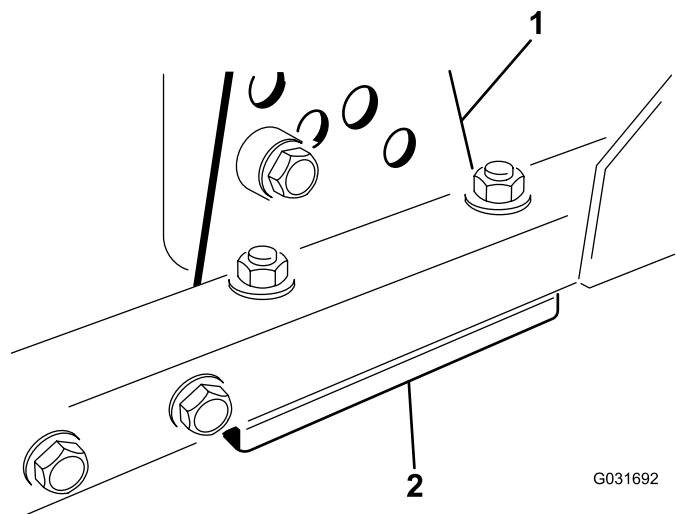

Figure 65
1. Retirez le support de hauteur de coupe (avant, gauche ou droit) du bâti du tablier de coupe (Figure 65).
2. Placez des cales de 1,5 mm (0,06 po) et/ou une cale de 0,7 mm (0,03 po) entre le cadre du tablier et le support pour obtenir la hauteur de coupe voulue (Figure 65).